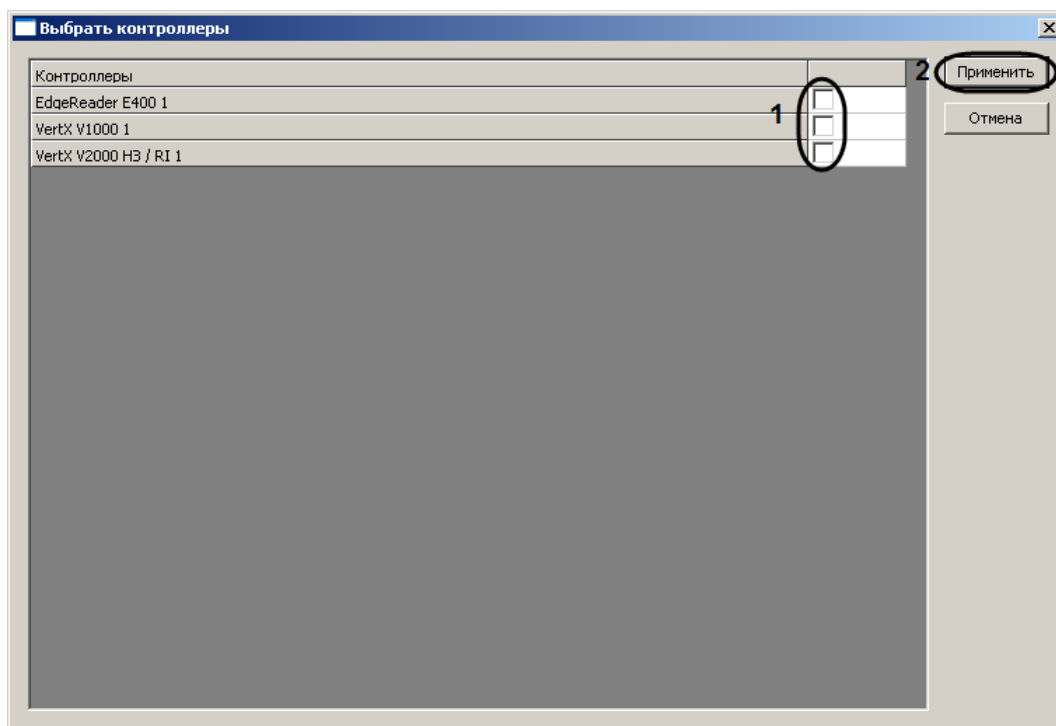

Рис. 3.4—5 Окно выбора контроллеров
5. Установить флажки напротив тех контроллеров, чью конфигурацию (интерфейсные модули, считыватели, исполнительные устройства) необходимо получить (см. Рис. 3.4—5, 1).